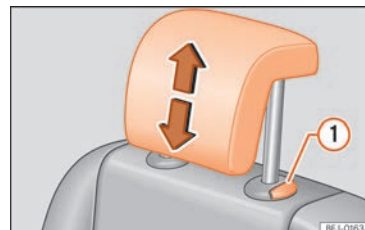

Abb. 106 Hintere Kopfstützen ausbauen: Zweite Sitzreihe.
- Kopfstütze bei gedrückter Taste »» **Abb. 106** ① ganz herausziehen.